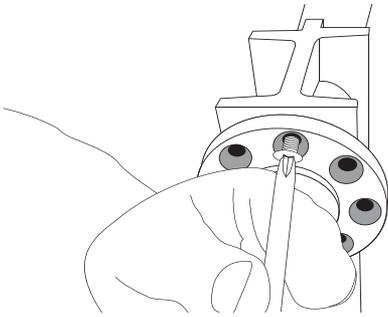

FIGURE 8
1. Dévisser et retirer les vis de la plaque d'ajustement (Fig. 8).